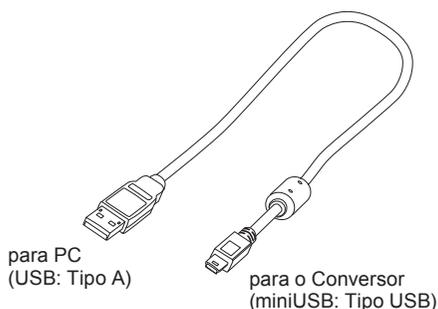

Fig 1. Cabo Conector
* Cabo: USB (Tipo A) - miniUSB (Tipo B) (Fig. 1).